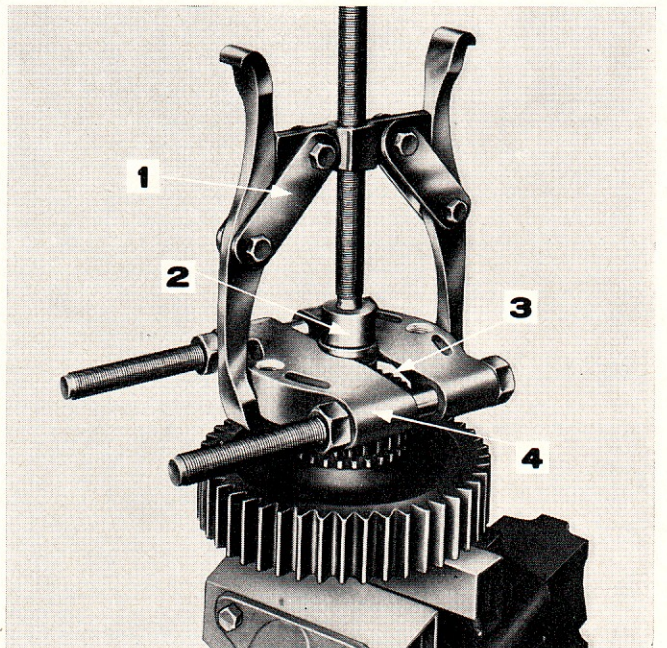

Figure 23: Dépose du roulement pilote d'arbre de sortie
6. Examiner le roulement pilote d'arbre de sortie et, si nécessaire, le déposer à l'aide des outils No. 1002, 951 et 625-2 (fig. 23).
NOTE: Pour obtenir une prise suffisante sur la cuvette intérieure du roulement pilote, il est facile d'extraire le roulement de l'ensemble cuvette intérieure du roulement à l'aide d'une pince. Monter alors l'outil No. 951 sur la rainure de cuvette intérieure (voir fig. 23).